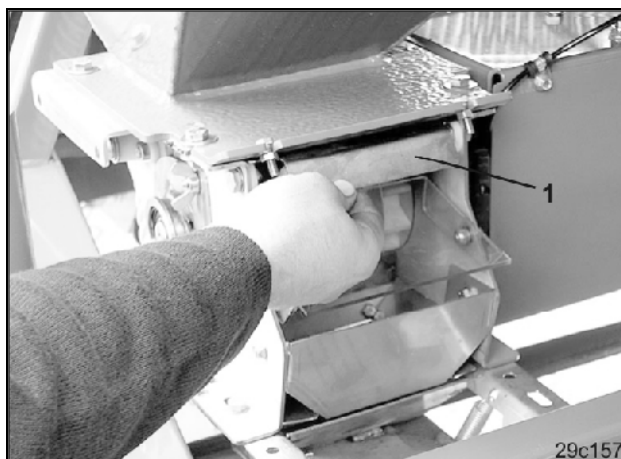

Fig. 71
- Se închide vana glisantă (Fig. 71/1), pentru ca semințele să nu curgă din rezervor.
- Figura (Fig. 71) arată vana glisantă deschisă.
Deschideți vana glisantă (Fig. 71/1) !